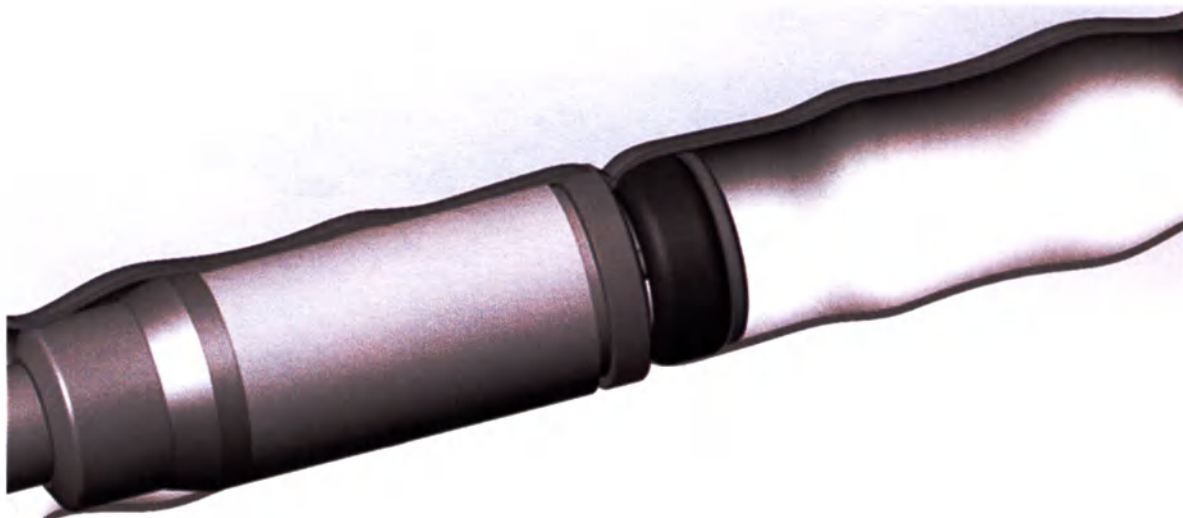

Рис. 6
6.7. Вращением поворотной ручки по часовой стрелке сблизить соединяемые участки кишки. Вращение рукоятки производить до упора (рис. 6).